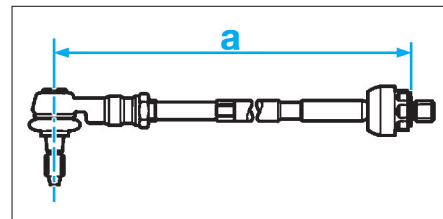

Fig. 15
- Assembler la biellette et la rotule en respectant la cote prescrite (a) (371 ± 1 mm) (Fig.15).